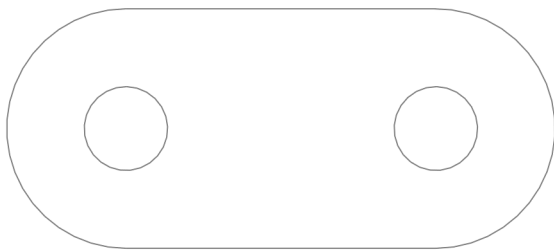

图 2-13 创建圆弧对象
(4) 在图形的右下方和右上方端点上，依次单击鼠标左键，即可创建圆弧，退出草图绘制环境，效果如图 2-13 所示。